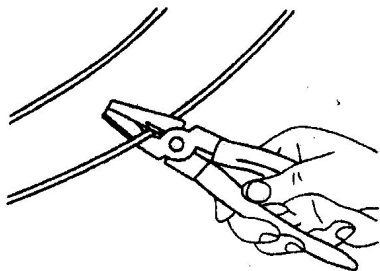

图 1-1-2 切
② 切。若一时找不到断开电源的开关,应迅速用绝缘完好的钢丝钳或断线钳剪断电线,以断开电源,如图 1-1-2 所示。